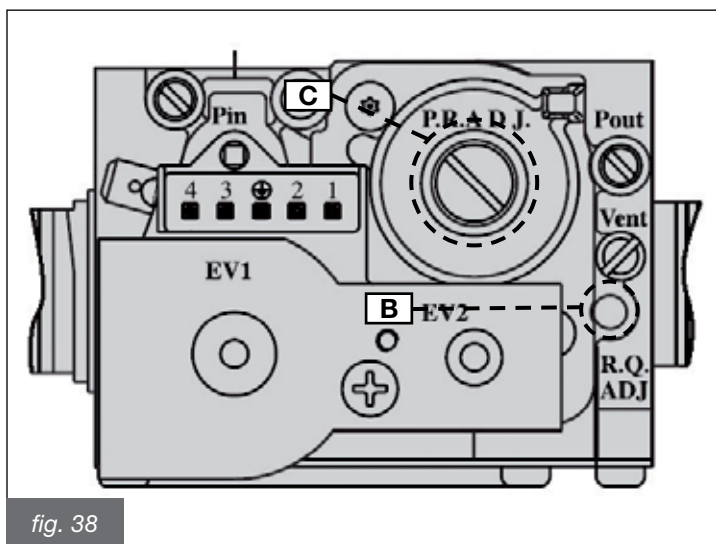

fig. 38
- Regolare il valore dell'anidride carbonica (CO2) nei fumi ruotando il regolatore di rapporto B (fig. 38) e assicurarsi che rientri nei limiti della tab. 20. Lasciare la caldaia in modalità spazzacamino e portarsi al passo successivo di regolazione alla potenza minima.
- Regolare il valore dell'anidride carbonica (CO2) nei fumi ruotando il regolatore di offset C (fig. 38) e assicurarsi che rientri nei limiti della tab. 20.